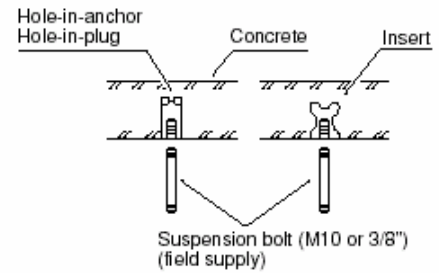

Fig. 8
- insérez les boulons de suspension de la manière indiquée à la figure 8 ou
2) Vissez les boulons de suspension en les laissant dépasser du plafond de la manière illustrée à la figure 8. (Découpez le plafond le cas échéant.)